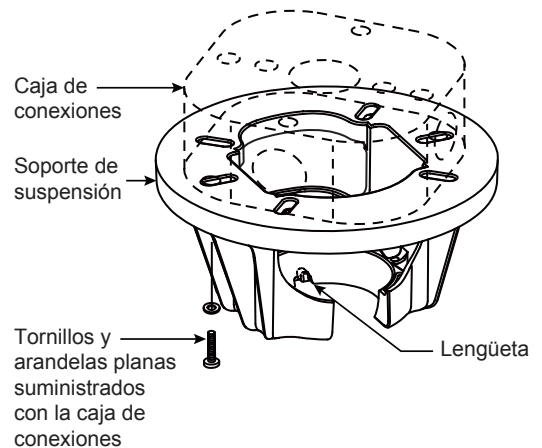
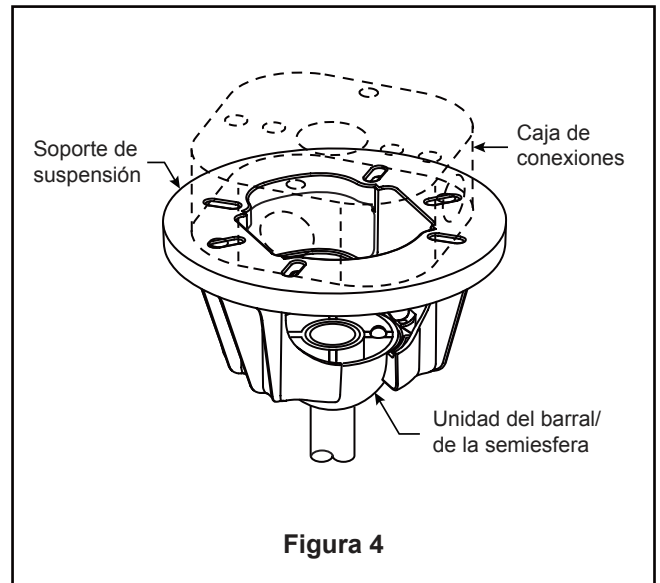

Figura 3
Figura 4
### Uso del soporte (Figura 3)
- 3. Afloje los dos tornillos de fijación del soporte del barral de soporte para techo a través de la varilla. Introduzca los cables de color negro, blanco y azul a través de la varilla. (Figura 3)
- 4. Coloque el soporte de la varilla y alinee los orificios de la clavija de horquilla en ambas piezas. Instale la clavija de horquilla y asegúrela con la pinza de horquilla. Instale los set de tornillos con tuercas en el soporte de la varilla. Fije con seguridad el set de tornillos con el destornillador y luego fije bien las tuercas con una llave hexagonal. (Figura 4)
1. Fije bien el soporte de suspensión a la caja de conexiones con los tornillos y las arandelas planas suministrados con la misma. (Figura 3)
**NOTA:** Se deben pasar los tornillos de la caja de conexiones a través de los orificios que se encuentran en el soporte de suspensión. (Figura 3)
3. Con cuidado, levante el ventilador y apoye la unidad del barral/de la semiesfera en el soporte de suspensión que acaba de fijar a la caja de conexiones. (Figura 4) Asegúrese de que la ranura en la semiesfera esté alineada con el reborde del soporte de suspensión. (Figura 3)
2. Deslice el receptor en el soporte de suspensión antes de realizar el cableado como se muestra en la figura 3.
3. Conecte los conductores verdes de la abrazadera para colgar y la varilla al conductor desnudo (a tierra) con el conector de cables. Conecte el conductor negro de la unidad receptora marcado "AC IN L" al conductor negro de alimentación con el conector de cables. Conecte el conductor blanco de la unidad receptora marcado "AC IN N" al conductor blanco de alimentación con el conector de cables. Conecte el conductor blanco de la unidad receptora marcado "TO MOTOR N" al conductor blanco del ventilador con el conector de cables incluido con la unidad receptora. Conecte el conductor negro de la unidad receptora marcado "TO MOTOR L" al conductor negro del ventilador con el conector de cables que se adjunta con la unidad receptora. Finalmente, conecte el conductor azul de la unidad receptora al conductor azul de la iluminación del ventilador con el conector de cables que se adjunta con la unidad receptora. Segura el cable de suministro rojo con cable conector. (Figura 4)
3. Extraiga uno de los tres tornillos del unidad del carcasa de interruptor y guarde los tornillo para pasos posteriores. Afloje levemente los otros dos tronillos. (Figura 3 )
4. Fije firmemente el conector de 9 pasadores de la unidad del motor al enchufe del mazo de cables dentro de la unidad del adaptador del interruptor. (Figura 4)
3. Para que el ventilador sea funcional, instale las pila (incluidas) de 23A/12V en el transmisor del mando a distancia. Mientras el ventilador esté apagado. A continuación, siga el proceso de fijación remota de código. Si no se utiliza el ventilador durante un largo periodo de tiempo, extraiga la batería para evitar cualquier daño al transmisor. Almacene el mando a distancia en un lugar alejado del calor o la humedad excesiva. (Figura 3)
4. Para configurar el código del mando a distancia a las mismas posiciones que en el receptor. Mueva los interruptores de código hasta colocar el código de selección en la posición arriba o abajo. Con un destornillador pequeño o con una lapicera (no se incluye) deslice firmemente hacia arriba o hacia abajo. (Figura 4)